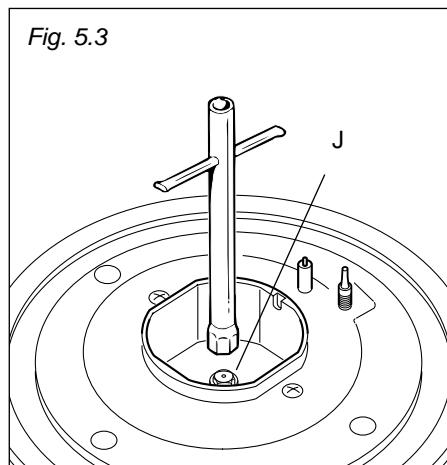

Fig. 5.3
- ✓ Vervang m.b.v. een pijpsleutel de sproeiers "J" (afb. 5.3) door nieuwe die geschikt zijn voor het type gas dat gebruikt wordt.